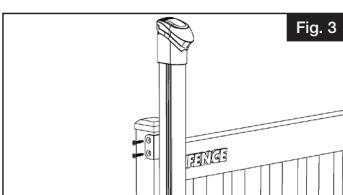

Fig. 3
Faire glisser le support supérieur « A » vers le haut autant que possible ou jusqu'à environ  $\frac{1}{4}$  po (6 mm) sous le capuchon du poteau, puis insérer (2) vis no 10 x 1 po (25 mm) (Fig. 3).